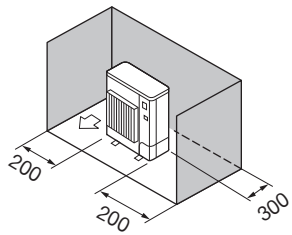

Fig. 2-8
- ③ มีสิ่งกีดขวางที่ด้านหลังและด้านข้างเท่านั้น (Fig. 2-8)